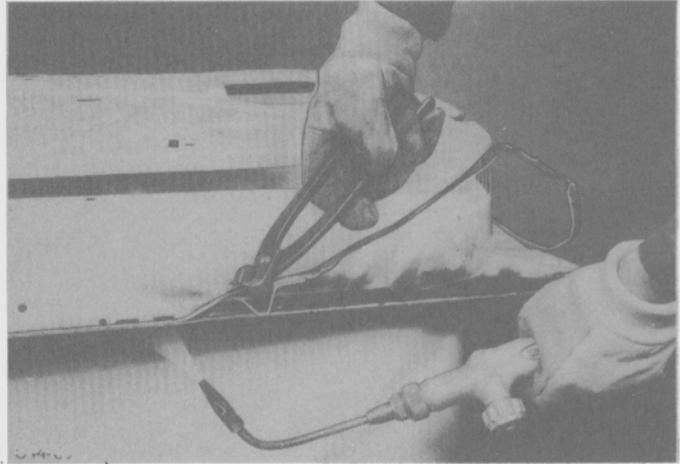

Fig. 182
- Calentar los restos del panel en la pestaña remachada y separarla con un elemento adecuado del panel interior de la puerta (Fig. 182).